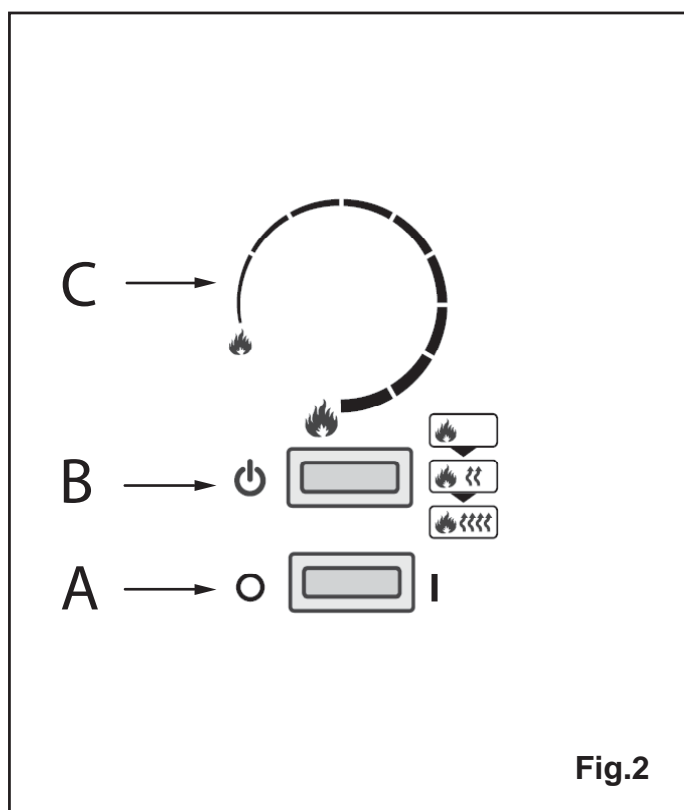
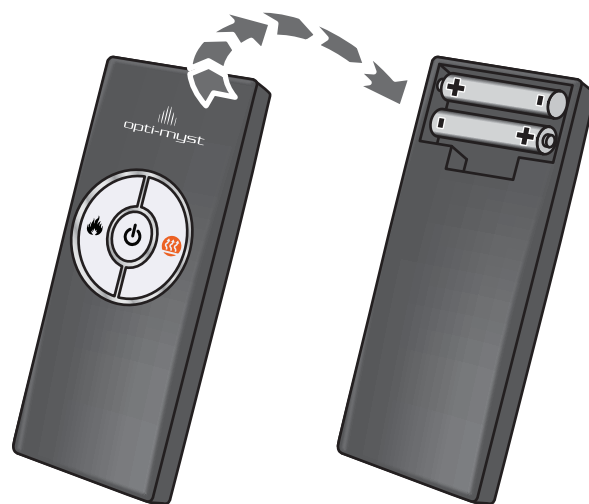

Fig.2
Fig.7
(Zie Afb.2 voor een schema van de handbediening)
Op het bedieningspaneel dient schakelaar A (zie Afb.2) op de 'AAN' (I)-stand te staan om de afstandsbediening te kunnen gebruiken. De afstandsbediening is voorzien van drie toetsen. (Zie Afb.7)